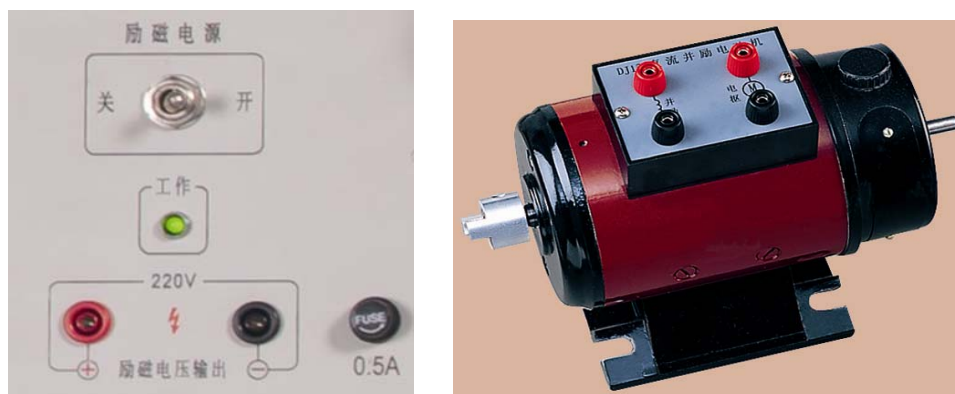

图6 励磁电源和直流他励发电机
- ⑤ 分别将DJ15型直流并励电动机和DJ13-1型直流他励发电机固定到电机导轨上。
- ⑥ 分别连接DJ15型直流并励电动机接线座上的电枢线圈的红色接线柱、黑色接线柱到PEC07型挂件面板上的【U_o】、【V_o】。
⑦ 参考图6，分别连接控制屏上励磁电压输出的【+】（红色）、【-】（黑色）到DJ15型直流并励电动机并励线圈的红色接线柱、黑色接线柱。